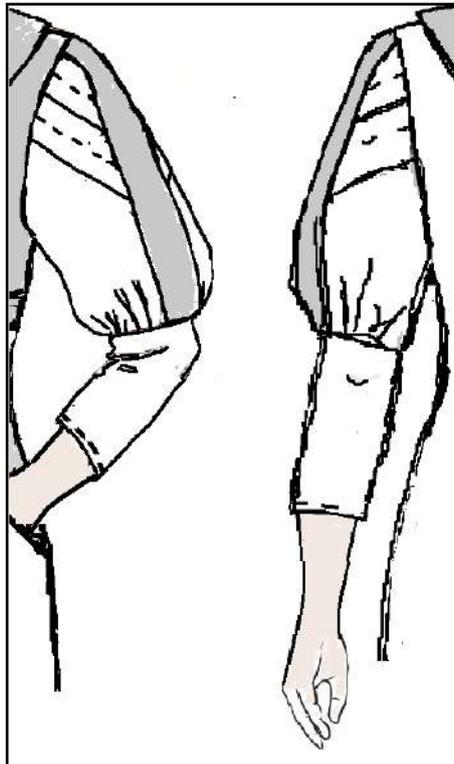

Рисунок 1. – Фрагмент платья. Рукав
**Второй этап:** Моделирование фрагмента заданной модели «Обработка рукава» женского платья (стр. 7, рис. 1) в натуральную величину и изготовление лекал
## Третий этап: Изготовление (пошив) образца фрагмента заданной модели (стр. 7, рис. 1) женского платья
1) Внешний вид фрагмента заданного изделия должен полностью соответствовать техническому рисунку модели и художественно-техническому описанию (стр. 3, табл. 1) и рисунку фрагмента (стр. 7, рис. 1).